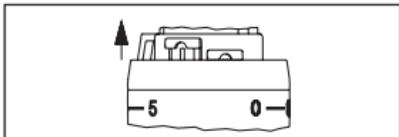

Fig. 6
1. Deslice los clips limitadores fuera de su posición original (entre el valor "5" y "0", fig. 6) con la ayuda de una herramienta adecuada o un pin.